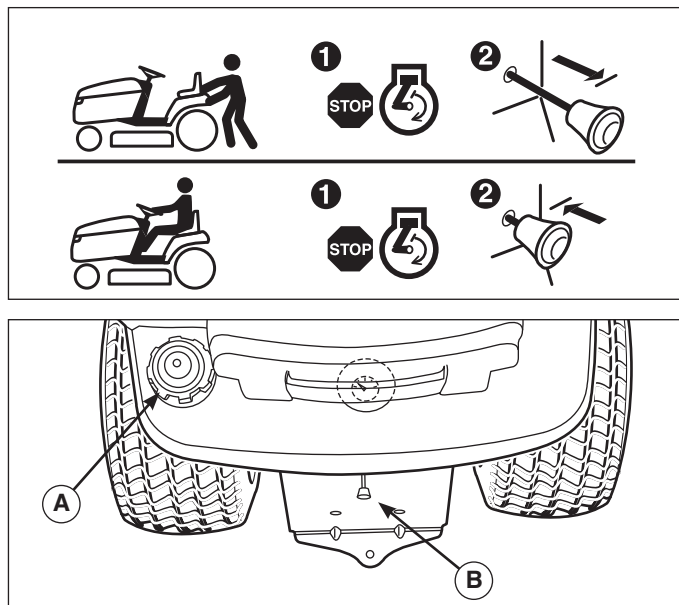

Figura 7
2. Tire de la palanca de liberación de la transmisión (B, Figura 7) hacia atrás aproximadamente 2-1/2" (6 cm) para bloquearla en la posición de liberación.